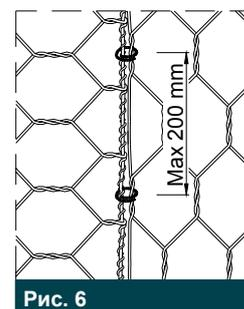

Рис. 6
- При больших объемах работ для ускорения процесса связки сопрягаемых панелей и диафрагм матрасов, мы рекомендуем использовать специальные степлеры для скрепления панелей и диафрагм металлическими кольцами (Рис. 6);